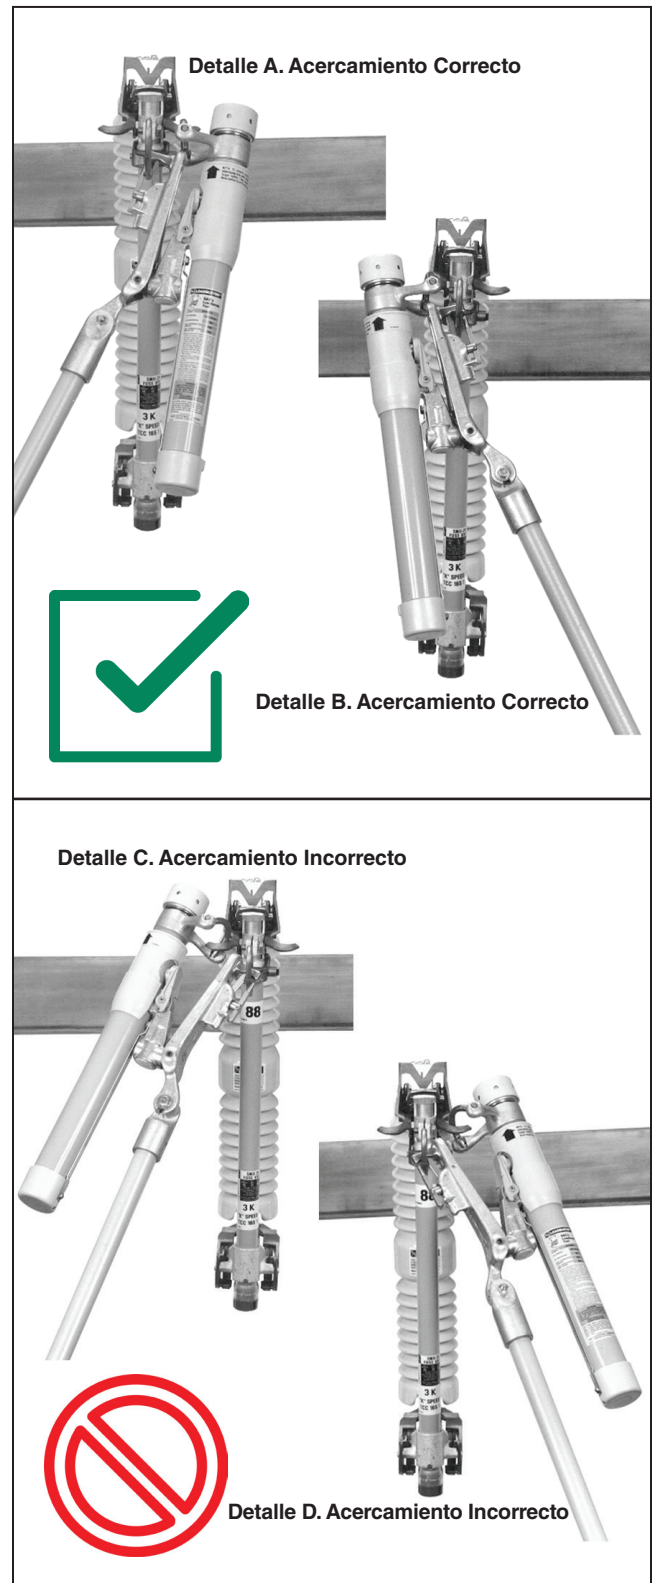

Figura 1. Acercamiento correcto e incorrecto de la Herramienta Rompecarga Loadbuster de S&C.
7. **OPERACIÓN.** Nunca posicione la herramienta rompecarga Loadbuster de manera que el tubo exterior oscurezca su línea de visión. Ver la Figura 1 en la página 9 para el posicionamiento correcto.
- Nunca coloque la herramienta Loadbuster de manera que su tubo exterior obstruya la línea de visión. Consulte la Figura 1 para ver la posición correcta.
- Como se muestra en la Figura 1, Detalle A o B, la herramienta Loadbuster deberá colocarse de manera que quede frente al cortacircuito fusible, la cuchilla desconectadora, el fusible de potencia o el fusible limitador. Es decir, el anclaje de la herramienta Loadbuster deberá engancharse al gancho de sujeción situado en el extremo más alejado del dispositivo. La herramienta Loadbuster nunca debe fijarse con su anclaje enganchado en el lado más cercano del cortacircuito fusible u otro dispositivo, como se muestra en la Figura 1, Detalle C o D. Fijar la herramienta de esta manera no solo obstaculizaría la línea de visión del operador, sino que también podría provocar una tensión de flexión en la herramienta y dificultar su desenganche.
Figura 1, Detalle A o B, un jalón hacia abajo del poste para abrir el cortacircuitos fusible, la cuchilla desconectadora, el fusible de potencia o el fusible limitador extiende la herramienta Loadbuster y carga un resorte interno. En un punto predeterminado en la carrera de apertura, un gatillo dentro de la herramienta se dispara, liberando el resorte cargado, separando así los contactos internos e interrumpiendo el circuito. La operación exitosa es independiente de la velocidad con la que se abre el cortacircuitos fusible, la cuchilla desconectadora, el fusible de potencia o el fusible limitador.